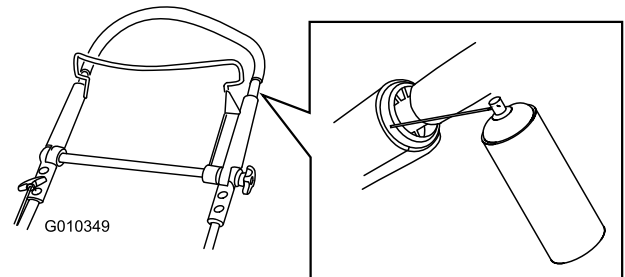

Bild 43
1. Sprühen Sie die äußeren Kunststoffenden des inneren Bügels ein (Bild 43).